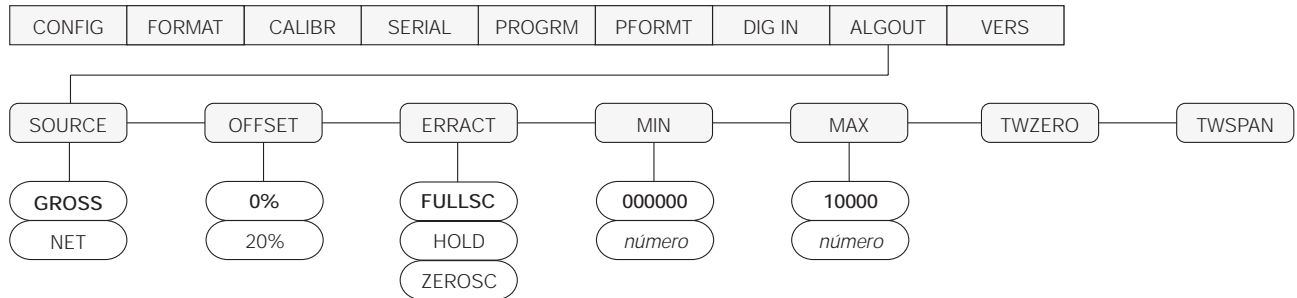

Figura 7-5. Menú salida analógica
1. Ingresar en el modo de preparación e ir al menú ALGOUT (ver Figura 7-5):